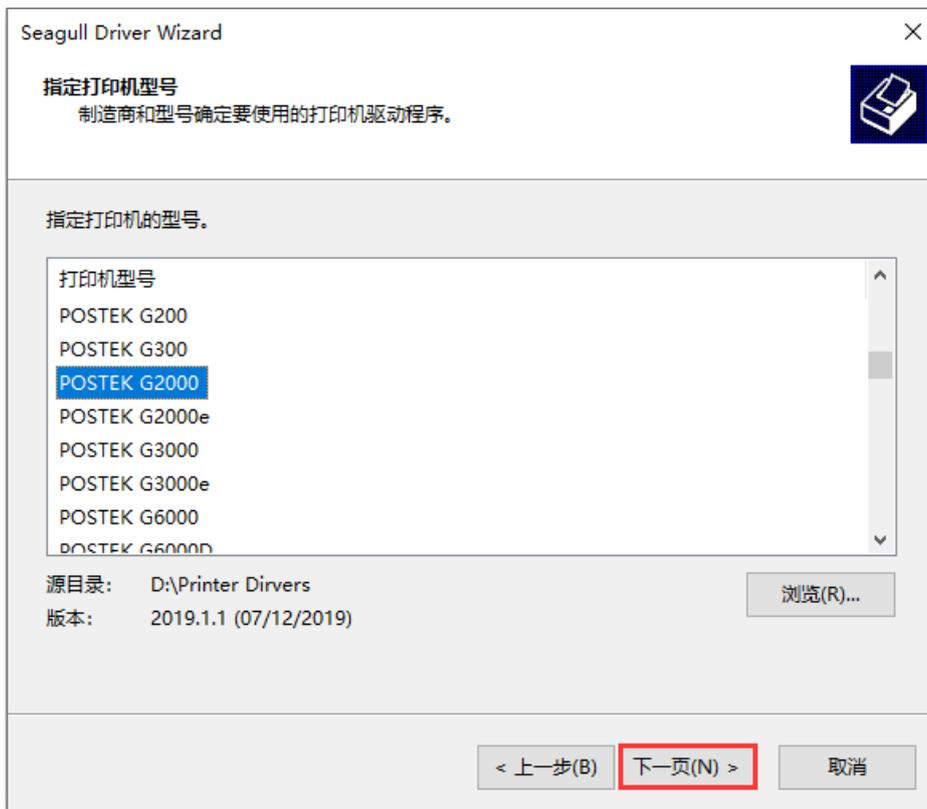

图 2-34 指定打印机型号界面
4. 在“指定打印机型号”界面中，选择相应打印机型号（以 POSTEK G2000 为例），点击“下一页”，如图 2-34 所示。